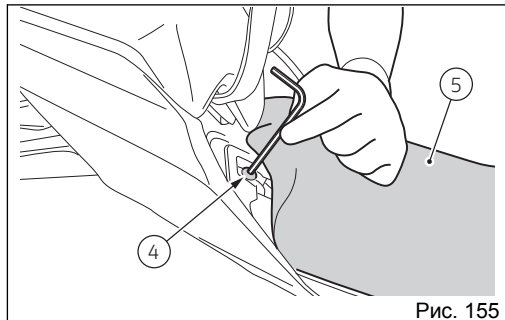

Рис. 155
- Для монтажа седла мотоциклиста (5) сначала вставьте кронштейны седла (6) в кронштейны рамы (7), а затем прислоните заднюю часть седла к раме.
- Приподнимите задние края седла (5) и закрепите его винтами (4) (Рис. 155).